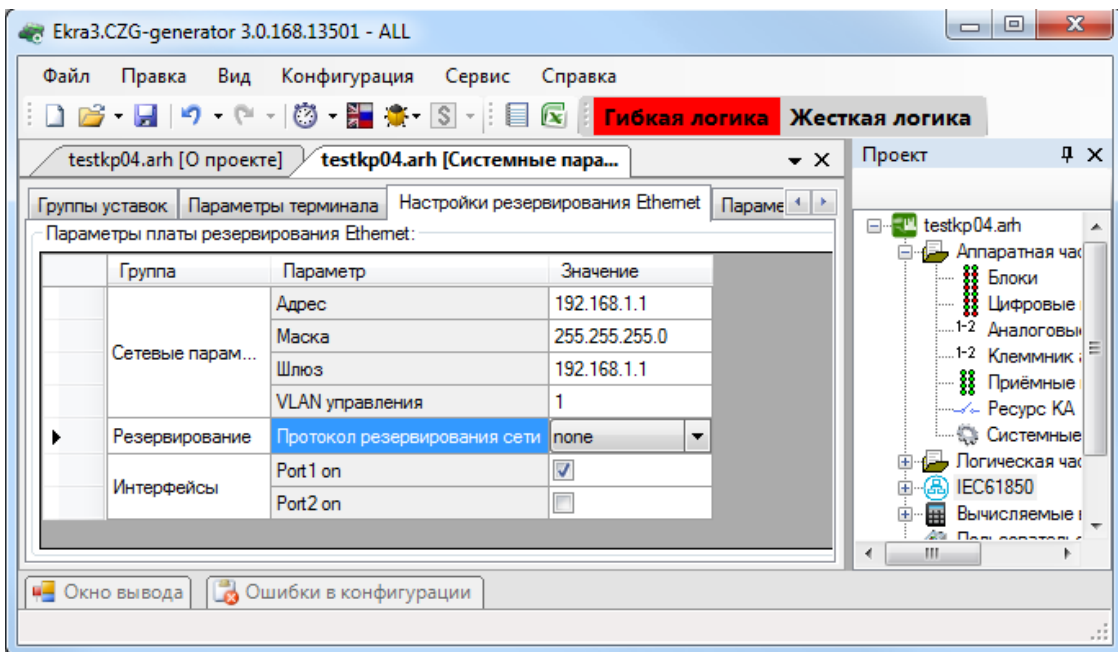

Рисунок 3.68
- резервирование сети отсутствует (см. рисунок 3.68);